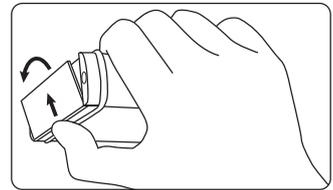

Abb. 1-2: Frontklappe öffnen
- Die Frontklappe wie in Abb. 1-2 illustriert vollends öffnen.